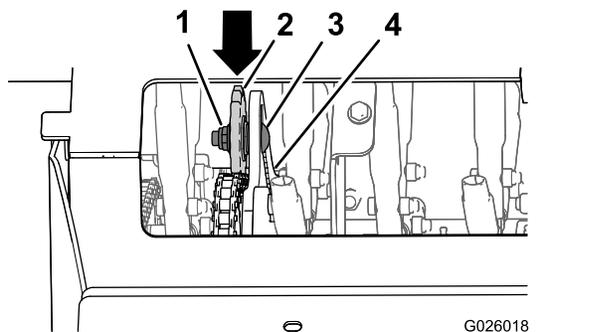

Figura 63
- Presione hacia abajo y hacia adelante sobre el piñón para aumentar la tensión de la cadena, según se muestra en la Figura 63.
4. Afloje la contratuerca y el perno de cuello cuadrado que sujetan el piñón del tensor (Figura 63).